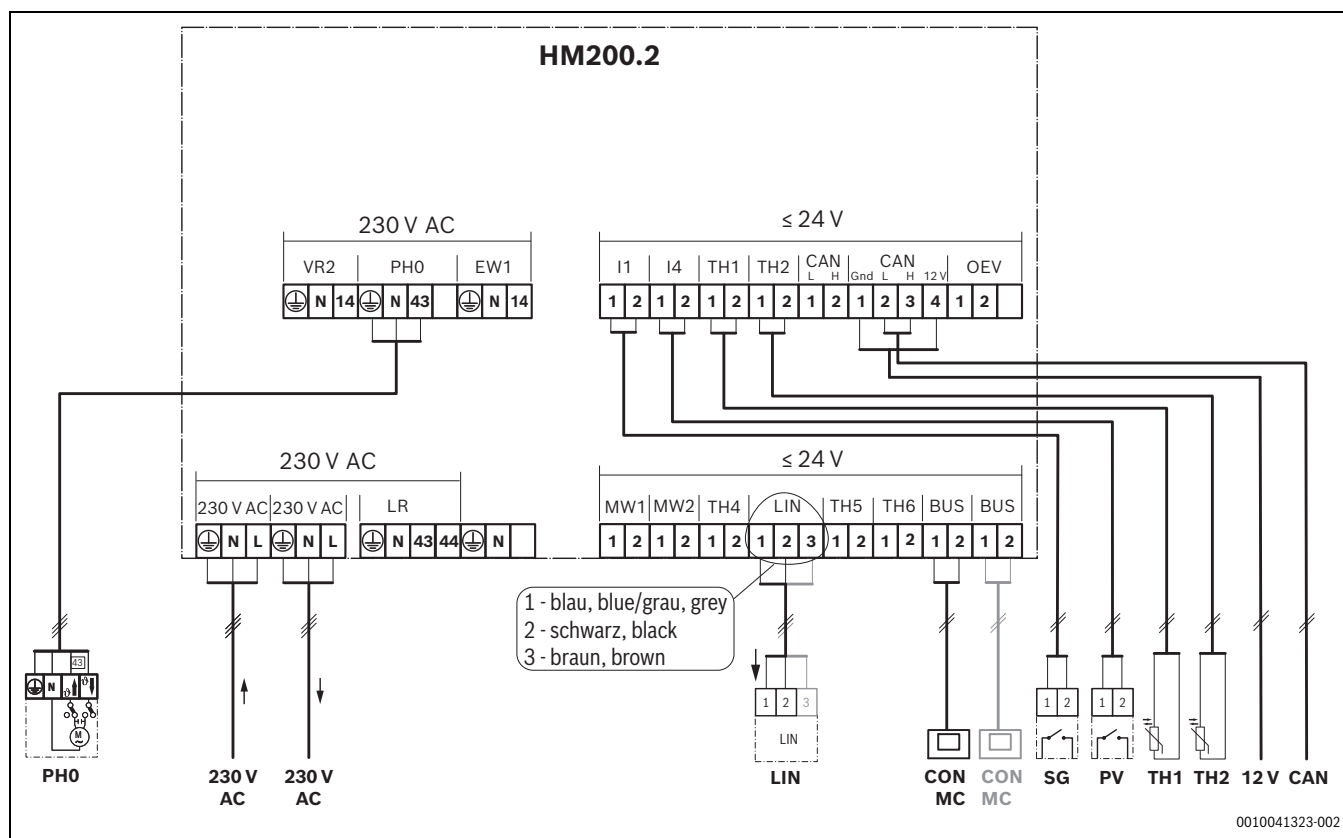

Fig. 4 Aperçu attribution bornes de raccordement
- S'assurer que les câbles sont raccordés aux bornes correspondantes marquées sur le module (→ Fig. 4).